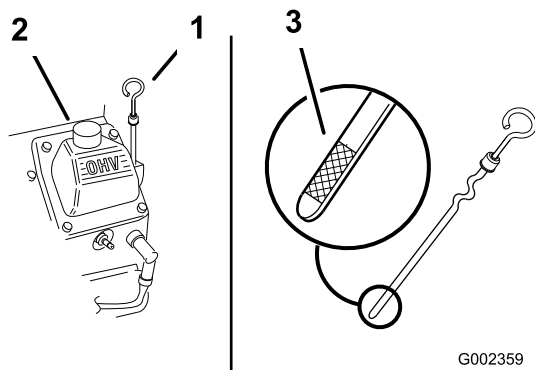

Figura 17
2. Limpie alrededor de la varilla de aceite (Figura 17) para que la suciedad no pueda penetrar por el orificio de llenado y causar daños en el motor.
3. Retire la varilla, límpiela, y vuelva a colocarla, asegurándose de que quede bien asentada (Figura 17).
El nivel de aceite debe llegar a la marca Lleno del extremo metálico de la varilla (Figura 17).
5. Si el nivel de aceite está por debajo de la marca Lleno, retire el tapón de llenado (Figura 17) y añada aceite hasta que el nivel llegue a la marca Lleno de la varilla. **No llene demasiado.**